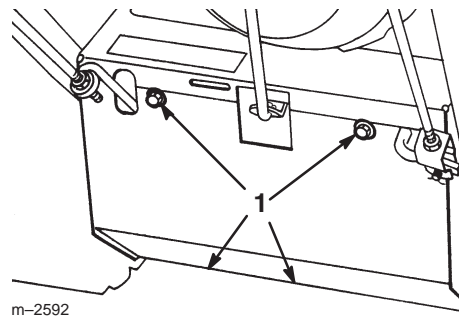

Bild 25
4. Entfernen Sie die vier Schrauben, mit denen die untere Rahmenabdeckung befestigt ist, und bauen Sie die Abdeckung aus (Bild 25).
8. Entfernen Sie die vier Schrauben, mit denen die untere Rahmenabdeckung befestigt ist, und bauen Sie die Abdeckung aus (Bild 25).
5. Entfernen Sie die vier Schrauben, mit denen die untere Rahmenabdeckung befestigt ist, und bauen Sie die Abdeckung aus (Bild 25).